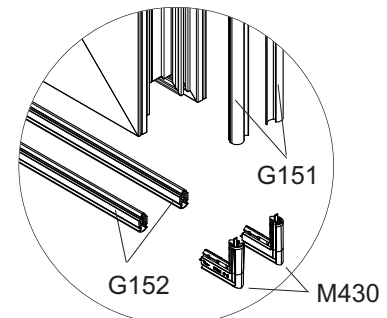

Abb. 3 Flügel unten **G151**, **G152** in **M430** einkleben
11. Die Dichtungen **G151** unten in die Formteile **M430** stecken und verkleben. (Abb. 3)